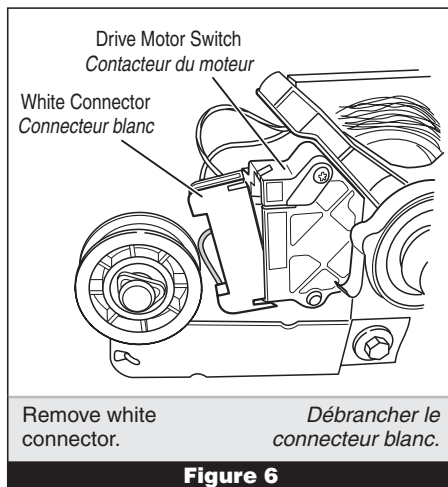

Figure 6
4. Remove the white connector from the drive motor switch. See figure 6.
4. Débrancher le connecteur blanc du contacteur du moteur. Voir figure 6.